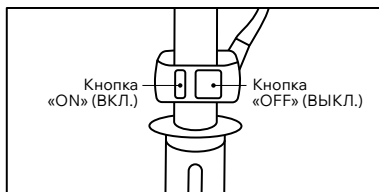

Рис. 11
3. Нажмите на кнопку «ON» (ВКЛ.) выключателя зажигания. (Рис. 11).
При работающем двигателе выключатель зажигания должен оставаться в положении «ON» (ВКЛ.) (Рис. 11).
возникновения аварийной или опасной для жизни ситуации. Для экстренной остановки двигателя нажмите на кнопку «OFF» (ВЫКЛ.) выключателя зажигания (Рис. 11).
- Остановите двигатель, повернув выключатель двигателя (кнопку) в положение «OFF» (Рис. 11).